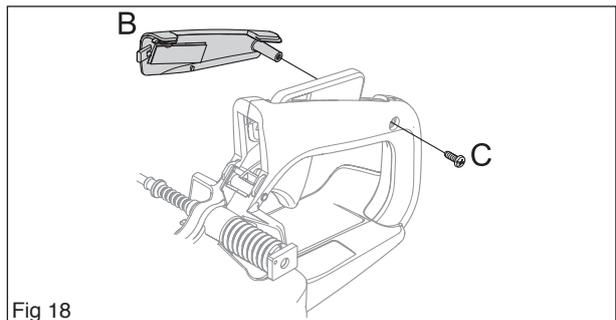

Fig 18
Démonter la pièce insérée dans la poignée (B) en dévissant la vis C sur la poignée (voir la figure 18).